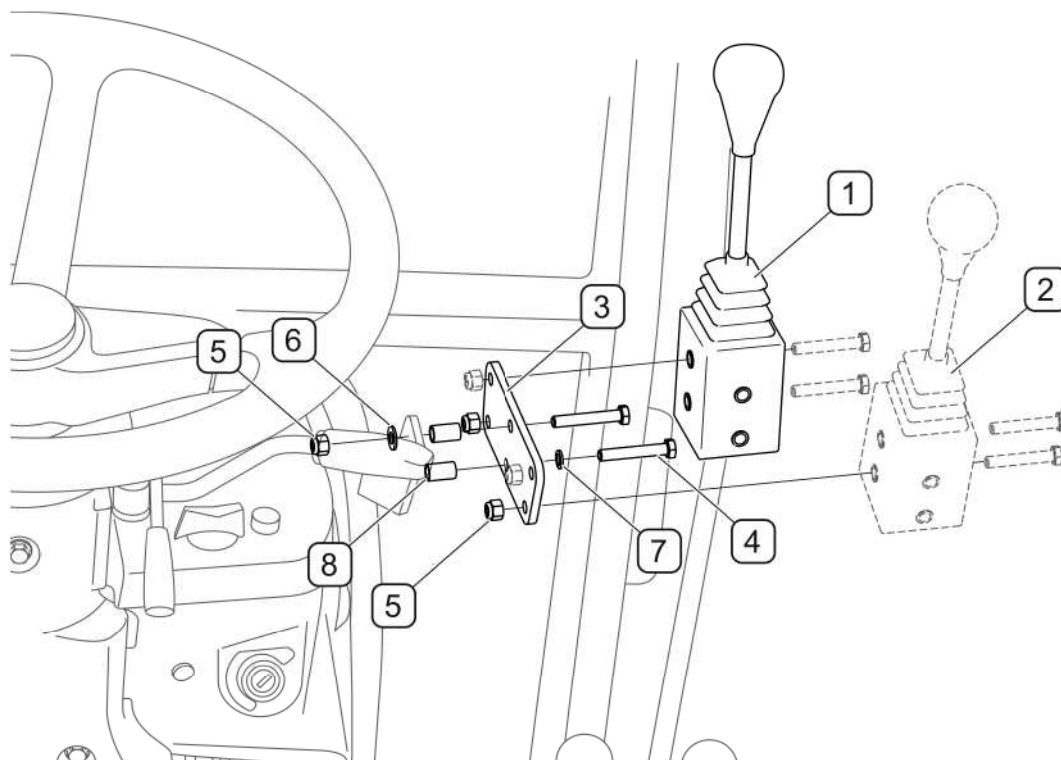

РИСУНОК 4.15 А Монтаж рычага управления в тракторах KIOTI DK451C и DK551C
(1)- рычаг управления погрузчиком; (2)- рычаг управления внешней гидравликой (трактора); (3)- кронштейн для рычага; (4)- болт М8х50; (5)- гайка М8; (6)- шайба 8-100HV; (7)- упругая шайба Z8; (8)- дистанционная втулка;
Для монтажа рычага управления погрузчиком в тракторах KIOTI DK451C и DK551C (РИСУНОК 4.15 А) нужно демонтировать существующий рычаг (2) управления внешней гидравликой (если трактор оснащен таким рычагом) и прикрепить вместо него кронштейн (3), к которому будет крепиться рычаг (2) и рычаг (1) управления погрузчиком. Для крепления рычага к кронштейну нужно использовать имеющиеся соединительные элементы.